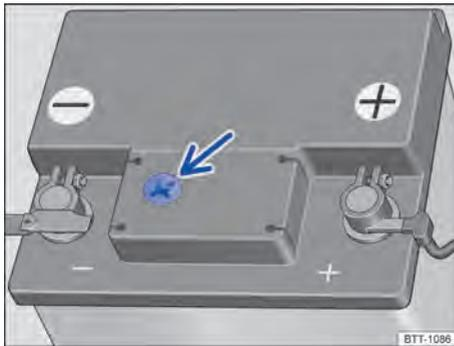

Fig. 202 Visor no lado superior da bateria do veículo 12 V (representação esquemática).
- Providenciar iluminação suficiente para poder identificar o indicador colorido no visor redondo no lado superior da bateria do veículo 12 V → Fig. 202 (seta). Jamais utilizar chamas expostas ou objetos incandescentes como iluminação.